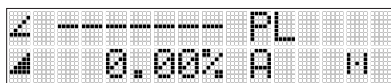

Imagen 23 PlaneLok pantalla del láser
7.) El láser comienza a buscar el receptor. El láser y el receptor mostrarán el mensaje «PL» parpadeando mientras el láser esté buscando y ajustando el haz a la posición a nivel (véase la imagen 23). Una vez completado PlaneLok, el mensaje «PL» dejará de parpadear en la pantalla del láser y del receptor.